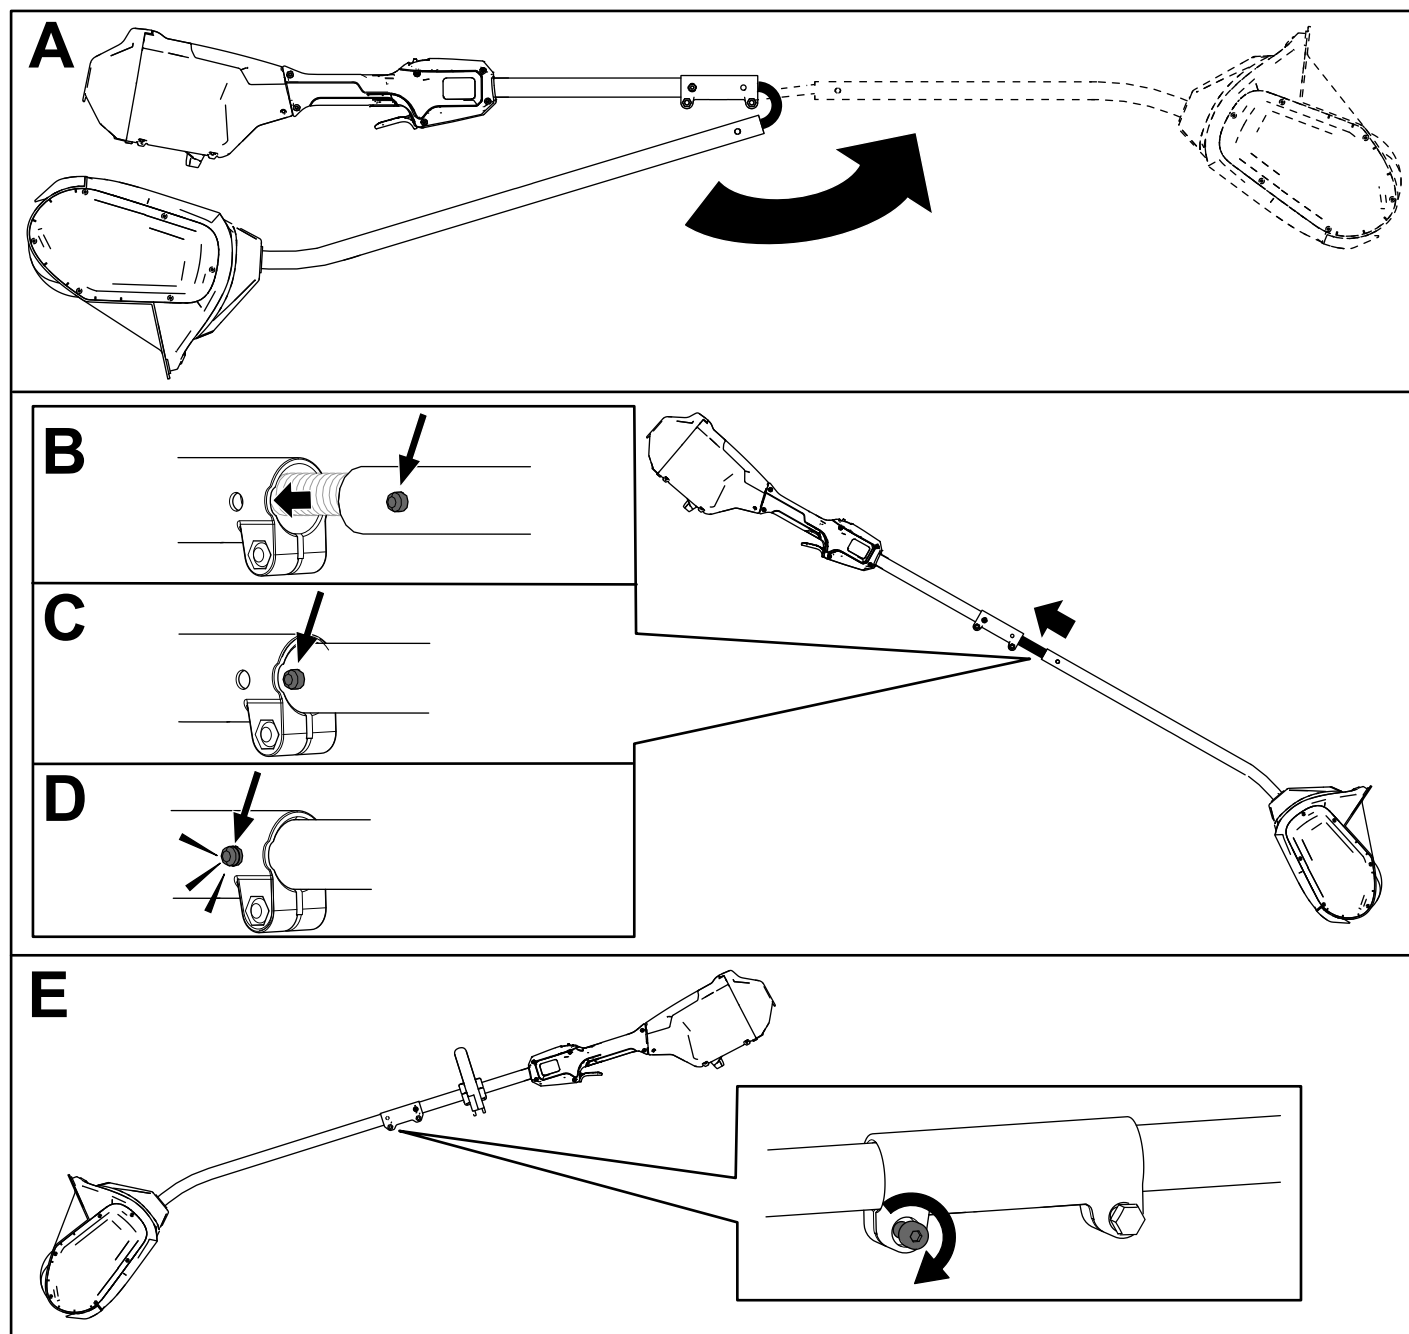

Рисунок 3
1. Разложите рукоятку (А на Рисунок 3).
2. Совместите фиксирующую кнопку на нижнем валу с прорезью на верхнем валу и сдвиньте 2 вала вместе (В и С на Рисунок 3).
Примечание: Фиксирующая кнопка защелкивается в прорези, когда валы закреплены (D на Рисунок 3).
3. С помощью шестигранного ключа затяните винт на соединителе вала до его фиксации (Е на Рисунок 3).